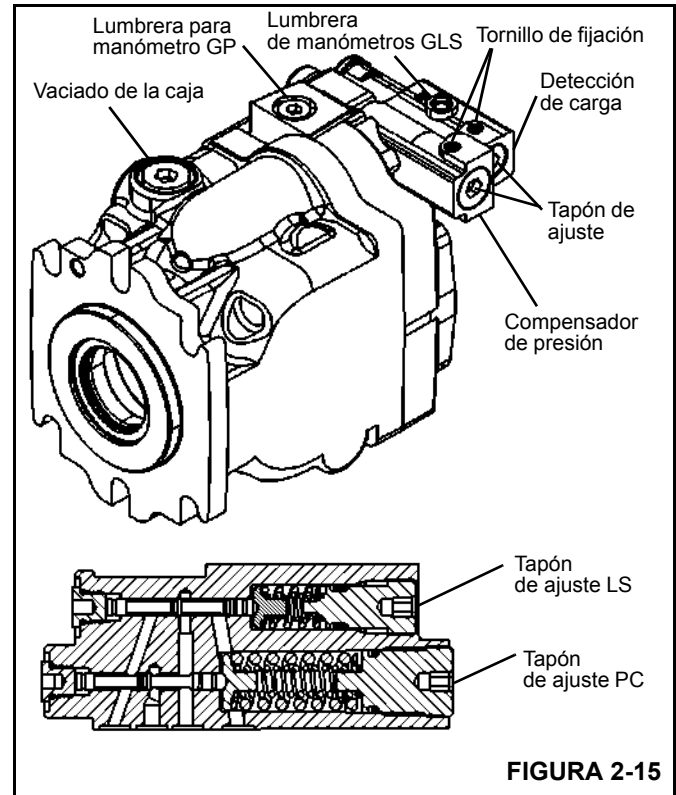

FIGURA 2-15
5. Instale un manómetro en la lumbrera para manómetro de presión de la bomba (GP) en la bomba (Figura 2-15).
2. Instale el manómetro en la lumbrera GP de la bomba (Figura 2-15).
- b. Ajuste el tapón de ajuste de detección de carga (LS) (Figura 2-15) en la bomba hasta que la presión en espera (margen) llegue a 2482 ± 172 kPa (360 ± 25 psi) (Figura 2-15).
- c. Si se necesita ajustar la presión, afloje el tornillo de fijación de LS y ajuste el tornillo de fijación de LS "hacia adentro" para aumentar o "hacia afuera" para disminuir hasta alcanzar la presión correcta (Figura 2-15).
1. Instale un manómetro en la lumbrera para manómetro de presión de la bomba (GP) en la bomba (Figura 2-15).
5. Ajuste la presión máxima de la bomba con el tapón de ajuste del compensador de presión (PC) (Figura 2-15). Mientras sostiene la palanca de la pluma en la posición hacia arriba, afloje el tornillo de fijación de PC, luego ajuste el tornillo para aumentar o para disminuir hasta que se alcance la presión correcta y luego vuelva a ajustar el tornillo.
1. Instale un manómetro en la lumbrera para manómetro de la bomba (GLS) en la bomba (Figura 2-15).